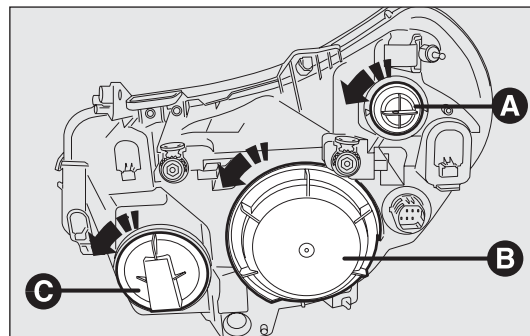

fig. 186
Voor het vervangen van de gloeilamp van het grootlicht, moet u de dop A-fig. 186 verwijderen.
Voor het vervangen van de gloeilamp van het dimlicht en de buitenverlichting, moet u de dop B-fig. 186 verwijderen.
Voor het vervangen van de gloeilamp van de richtingaanwijzers, moet u de lamphouder C-fig. 186 verwijderen.
- verwijder het beschermdeksel B-fig. 186 door het linksom te draaien;
- monteer het deksel B-fig. 186 door het rechtsom te draaien en controleer of het goed vastzit (geborgd).
- verwijder het beschermdeksel A-fig. 186 door het linksom te draaien;
- monteer het beschermdeksel A-fig. 186 door het rechtsom te draaien en controleer of het goed vastzit (geborgd).